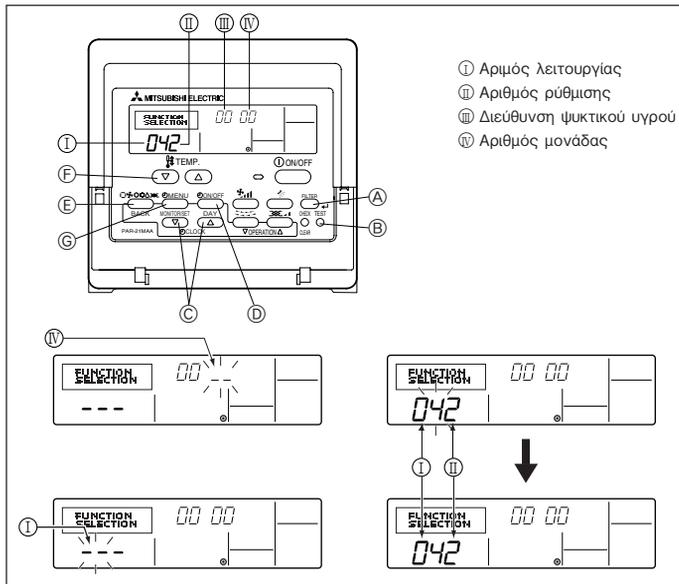

Fig. 6-8
1) Για ενσύρματο τηλεχειριστήριο (Fig. 6-8)